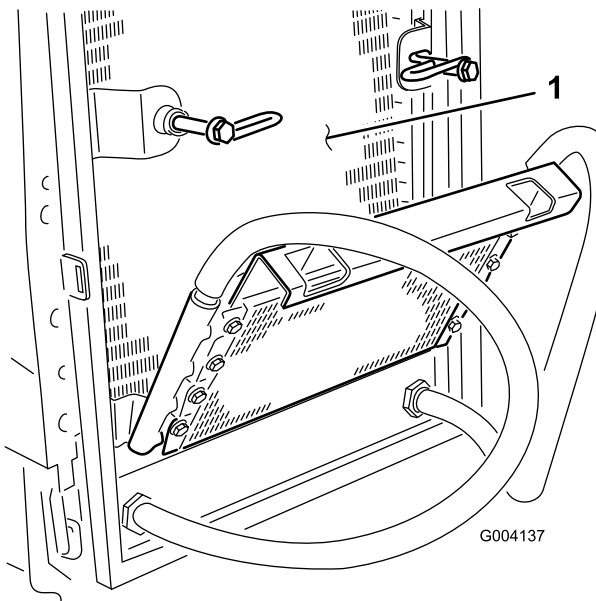

Figure 66
6. Nettoyez soigneusement les deux côtés du refroidisseur d'huile et du radiateur (Figure 66) à l'air comprimé.